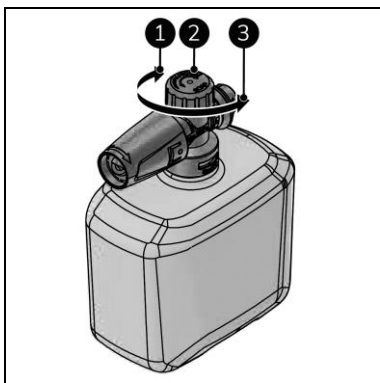

Figure 18
3. Tournez la tête de la buse à mousse (figure 18, pos. 2) pour modifier la quantité de mousse :
- pour plus de mousse, tournez-la dans le sens des aiguilles d'une montre (figure 18, pos. 1).
- pour moins de mousse, tournez-la dans le sens inverse des aiguilles d'une montre (figure 18, pos. 3).